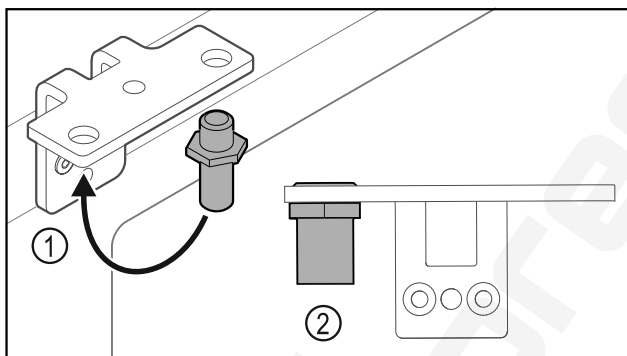

Fig. 20
- ▶ Helyezze át a csuklópántban a csapszeget Fig. 20 (1).
- ▶ Húzza meg a csapszeget Fig. 20 (2) **12 Nm-es forgatónyomatékkal**.